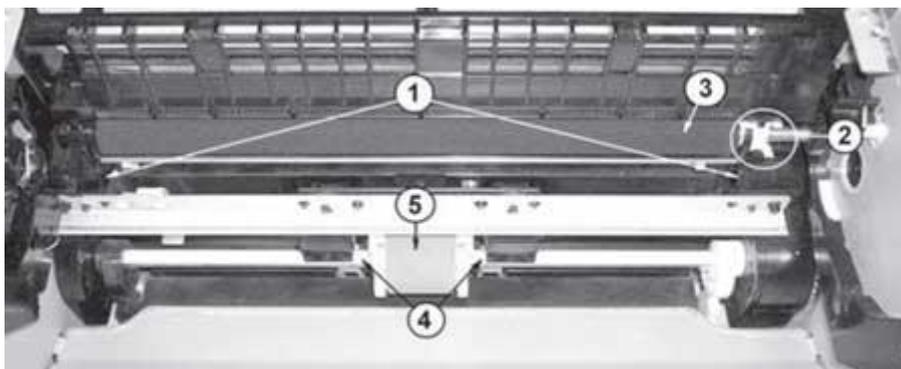

Рис. 19. Снятие вала переноса
2. Сжимают фиксаторы направляющей бумаги (рис. 19, поз. 1) и, поворачивая ее вверх, снимают с принтера.
2. Нажимают на фиксаторы ролика захвата бумаги (рис. 19, поз. 4), снимают ролик (поз. 5) с принтера и очищают от загрязнений. При износе (нет захвата бумаги) или повреждении ролик подлежит замене. Устанавливают ролик в обратном порядке.